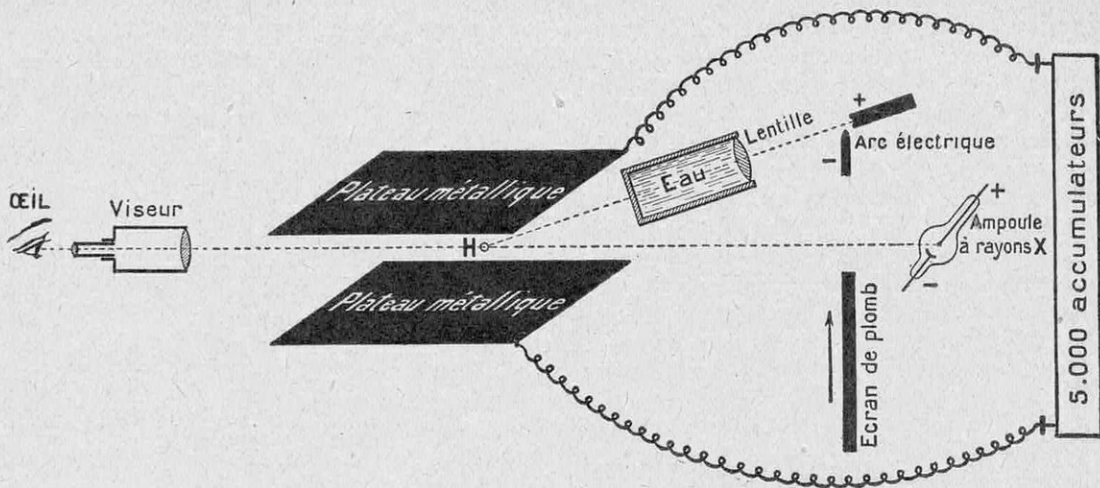

FIG. 9. — UNE GOUTTE D'HUILE H (D'UN CENTIÈME DE MILLIMÈTRE DE DIAMÈTRE) PEUT CAPTER OU LACHER UN SEUL ÉLECTRON
La seule complication réside dans l'emploi d'un très grand nombre d'accumulateurs. Cette complication ne nuit en rien à la clarté ni à la rigueur de l'exposé ; car nous ne cherchons pas à tant décrire des expériences facilement réalisables que des expériences facilement imaginables. Nous admettons donc que nous disposons de 9.000 accus (1) dans une armoire (fig. 4) ; on trouve de telles batteries dans tous les laboratoires de recherches (voir aussi fig. 9) ; l'un des pôles de la batterie est P' , l'autre P'' (2).
Pour mesurer la charge électrique d'un seul « atome d'électricité », d'un seul électron, Millikan n'a fait que perfectionner l'expérience schématisée (fig. 3-8) que nous avons décrite. Il est intéressant et instructif de montrer comment on passe de l'une à l'autre (fig. 9).
faisceau de rayons X, provenant d'une ampoule (fig. 9), qu'on découvre en déplaçant l'écran de plomb, par exemple, le long de la verticale.
3° Lorsqu'une gouttelette n'a qu'un centième de millimètre de diamètre, on ne la suspend pas par un fil de soie dix fois plus gros qu'elle ! On s'arrangera pour l'équilibrer, pour la faire flotter dans l'air, un peu comme un ballon sphérique. Ce dernier peut rester au repos, car il est possible d'annihiler l'effet de son poids, par la poussée de l'air (force ascensionnelle). Ici (fig. 9), on annihile l'effet du poids de la gouttelette par des attractions et des répulsions électriques, en la disposant entre deux plateaux reliés aux extrémités d'une batterie de 5.000 accumulateurs et distants, par exemple, d'un centimètre l'un de l'autre. Si la goutte H est chargée positivement, on s'arrange pour que le plateau inférieur la repousse (charge +) et le plateau supérieur l'attire (charge -), de façon que les effets électriques s'opposent au poids. Si la goutte H est négative, le plateau inférieur la repoussera s'il est chargé négativement, le plateau supérieur l'attirera s'il est chargé positivement et, là encore, l'attraction de la Terre sera diminuée. De plus, en employant un nombre convenable d'accumulateurs (entre 100 et 5.000), on réalisera juste l'effet qu'il faudra pour que la gouttelette reste immobile : une même gout-
4° La goutte est observée avec un viseur et elle est éclairée latéralement par un arc électrique. Dans ces conditions, elle apparaît comme un point brillant sur fond sombre. Pour éviter toute élévation de température, le rayonnement de l'arc passe à travers une cuve d'eau (fig. 9) de 80 centimètres de long.
1° Le nombre d'accus branchés entre les deux plateaux (fig. 9) ; ce nombre est connu immédiatement ;
Enfin, il est possible de peser l'électron... Remarquons incidemment qu'on peut calculer la masse de l'électron en mesurant exactement la distance *OP* (fig. 12 et 13) et en tenant compte des résultats obtenus par Millikan dans la méthode de la goutte équilibrée (fig. 9).